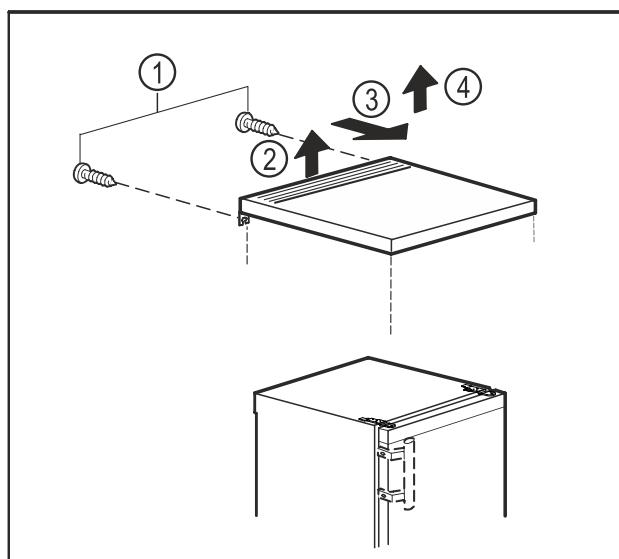

Fig. 9
- Demontirajte vijke na stražnjoj strani. Fig. 9 (1)
- Podignite stolnu ploču otraga. Fig. 9 (2)
- Pomaknite stolnu ploču prema naprijed. Fig. 9 (3)
- Skinite stolnu ploču prema gore. Fig. 9 (4)